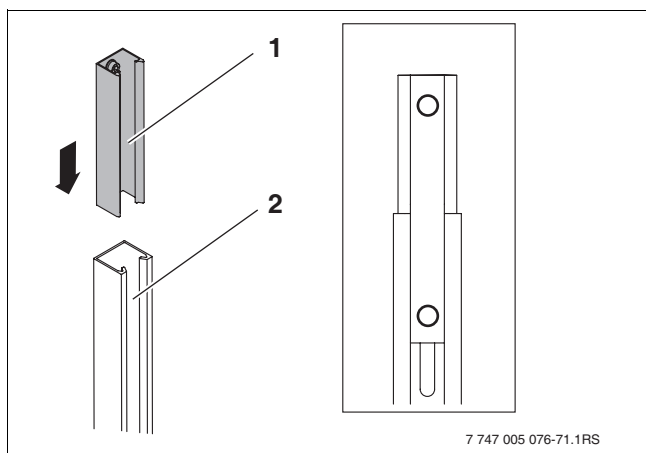

Fig. 41 Insérer le connecteur TSS dans le rail profilé-capteur
- Glisser le connecteur TSS (fig. 41, [1]) dans le rail profilé-capteur [2] et le visser avec des vis M8x20 et écrous M8.